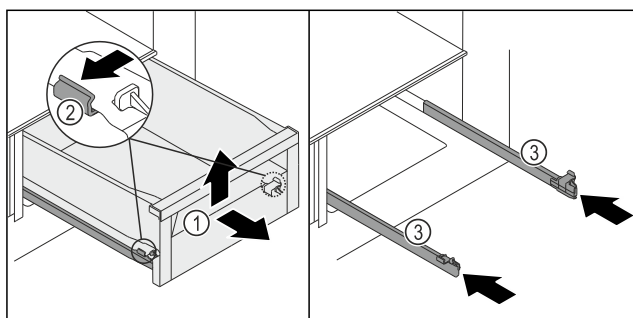

Fig. 199
- Tërhiqni sirtarin Fig. 199 (1) jashtë deri në fund.
- Shtyni lehtë nga jashtë kapësen Fig. 199 (2) njëkohësisht majtas dhe djathtas tek shinat.
- Sirtari Fig. 199 (1) lirohet nga shinat.
- Ngrijeni sirtarin Fig. 199 (1) lart.
- Nxirreni jashtë sirtarin Fig. 199 (1) nga përpara.
- Shtyni brenda shinat Fig. 199 (3).